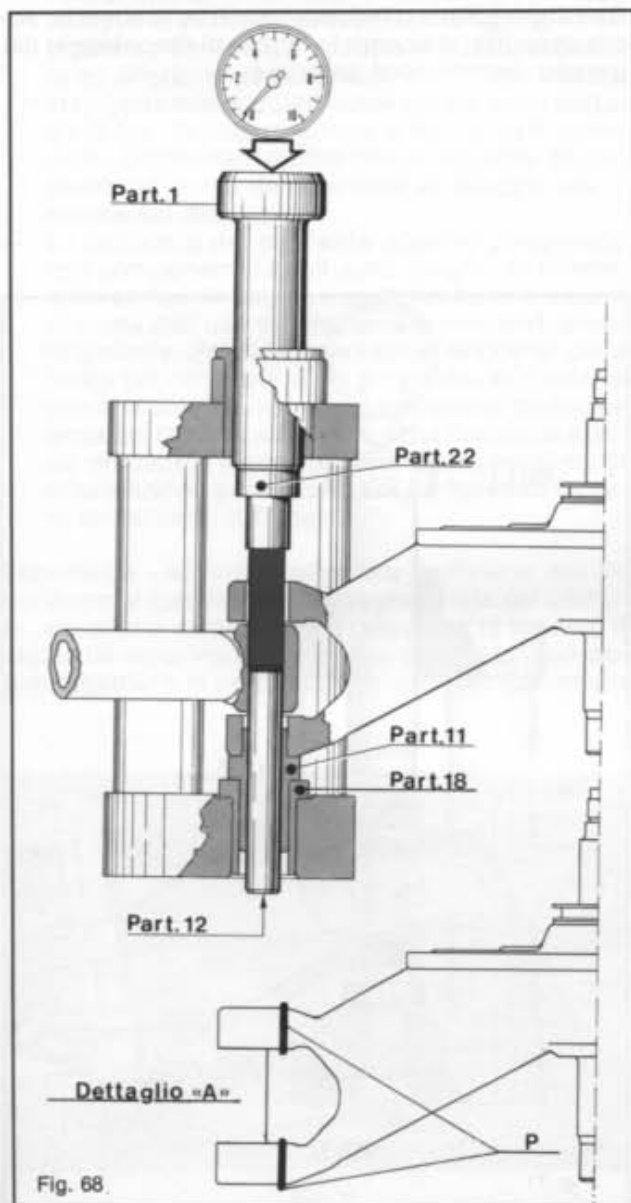
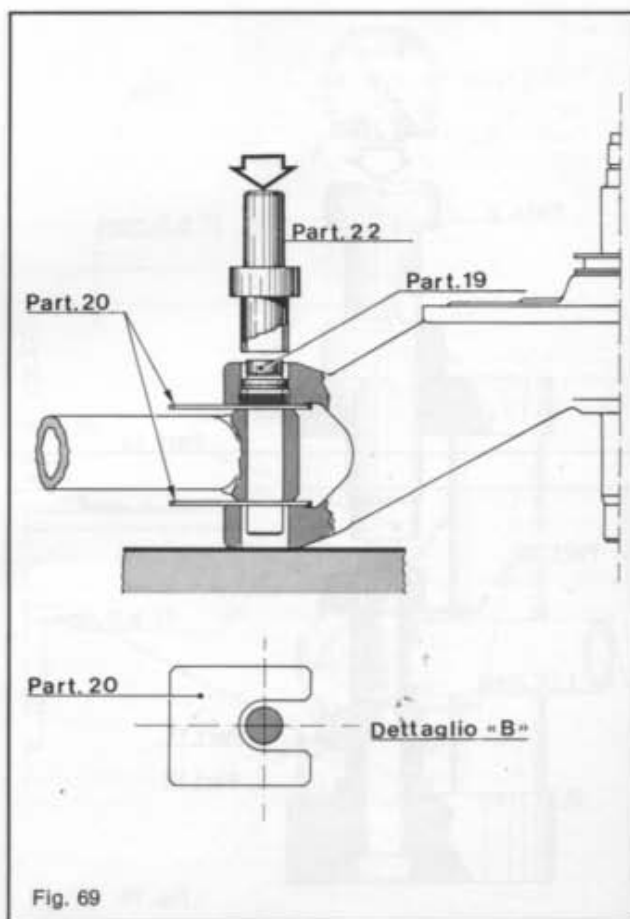

Fig. 69 - Montaggio anelli di tenuta.
Fig. 70 - Montaggio boccole a rullini complete di rosette d'incuneamento.
- Completato il montaggio dello spinotto, togliere il gruppo dall'attrezzo e introdurre, con leggeri colpi di mazzuolo, i due distanziali part. 20 (ved. fig. 69).
Avvertenza - Il montaggio dei distanziali deve essere effettuato verificando di mantenere concentricità e distanziamento, rispetto allo spinotto, come illustrato in pianta nel dettaglio «B» di fig. 69, infatti un errato posizionamento degli stessi (incavo del part. 20 a contatto dello spinotto) non permetterebbe il passaggio degli anelli di tenuta nella fase di montaggio qui di seguito descritta:
- Ripetere l'operazione sopra descritta, operando sul lato opposto a quello rappresentato in fig. 69, per il montaggio dell'altro anello di tenuta.
- Applicare sul part. 1 il part 13 (ved. fig. 70), in luogo del preesistente part. 22 (ved. fig. 69).
Impiegare l'attrezzo munito dei part. 22 e 11, come già rappresentato in fig. 68 per il montaggio dello spinotto, e spingere, mediante l'azione della pressa **con un carico di circa 1,8 t.**, fino ad ottenere l'incuneamento delle rosette sul braccio oscillante. Togliere a questo punto i due distanziali (part. 20 fig. 69) e, dopo aver completamente riempito con grasso FIAT Z2 o IP autogrease LZ il vano compreso tra il tubo sterzo e braccio oscillante, spostare gli anelli parapolvere («P» fig. 68) fino a posizionarli nel suddetto vano.